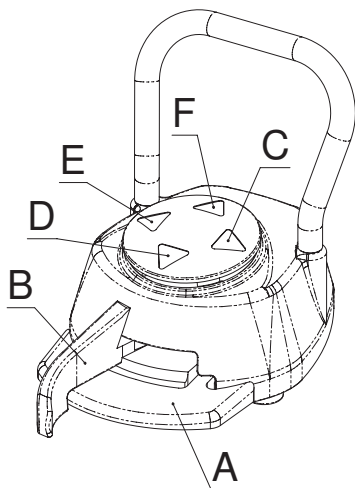

Fig. 5
Pédale pour la régulation proportionnelle des instruments optionnels du plateau d'instruments : micromoteur, turbine (fig 5).
- La sécurité de la pédale de régulation provoque le blocage de tous les mouvements du fauteuil (siège et dossier) quand le levier de régulation est activé, permettant ainsi de travailler en toute sécurité dans la cavité buccale du patient. Si le fauteuil est en mouvement, vous pouvez aussi l'arrêter en activant le levier de la pédale («B», figure 5).